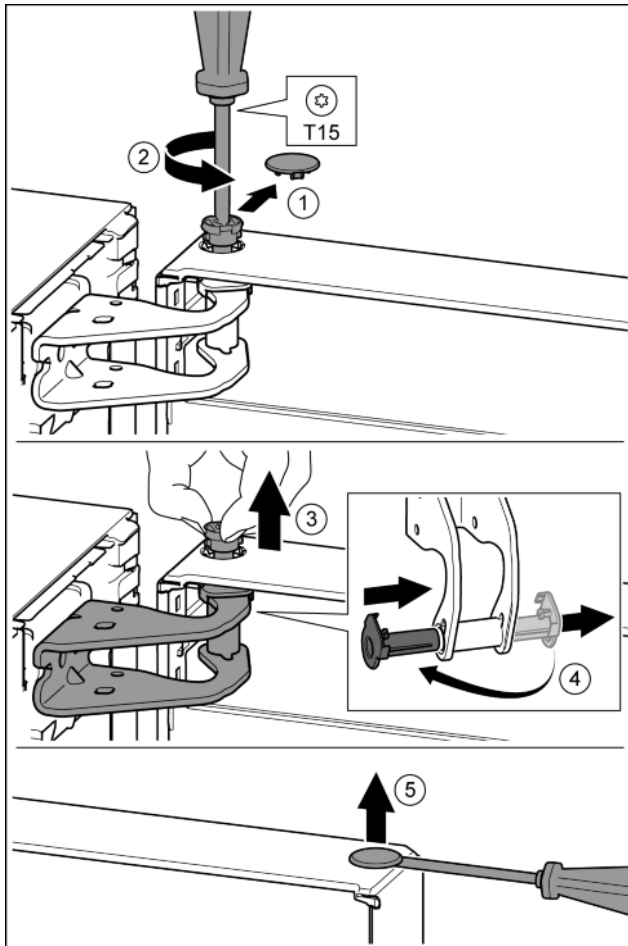

Fig. 10
- ▶ Enlever délicatement le cache de sécurité. *Fig. 10 (1)*
- ▶ Dévisser légèrement le boulon avec un tournevis T15. *Fig. 10 (2)*
- ▶ Tenir fermement la porte et sortir le boulon avec les doigts. *Fig. 10 (3)*
- ▶ Tirer la douille de palier en dehors du guide. La mettre de l'autre côté et l'enclencher. *Fig. 10 (4)*
- ▶ Soulever délicatement le bouchon en dehors de la douille de palier de porte avec un tournevis plat et le sortir. *Fig. 10 (5)*